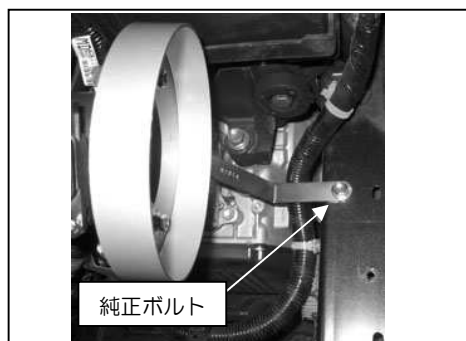

図 8
- ③組み立てたアダプターASSY を車両へ取り付けます。図 8 参照